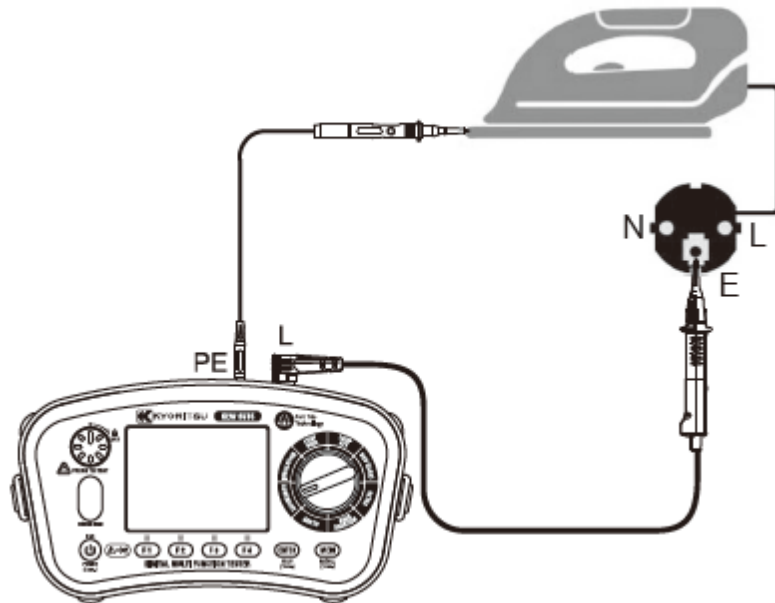

Figure 8-6
(2) Effectuez les connexions comme le montre la figure 8-6 pour vérifier la continuité. Lors d'un test PAT, "" ou "X" sera affiché à côté de la lecture pour indiquer PASS/ÉCHEC.